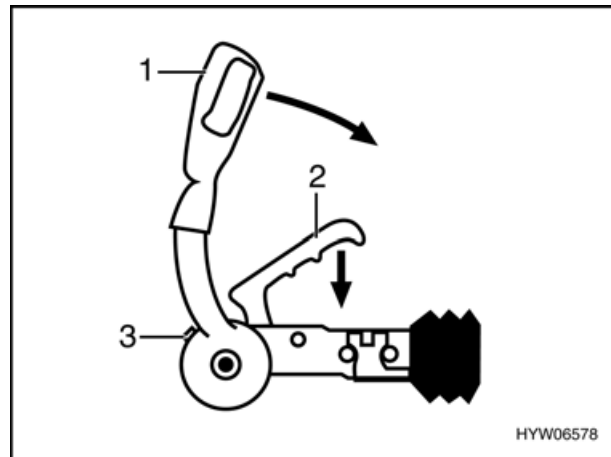

Fig. 3 Gancio di traino AKS 3004
- Tirare in su la leva di stabilizzazione (Fig. 3,1) fino all'arresto.
- Afferrare il gancio di traino aperto per la maniglia del gancio (Fig. 3,2) e applicarlo sulla sfera del traino.
- Eseguire un controllo a vista: il cilindro verde dell'indicazione di sicurezza (Fig. 3,3) deve essere ben visibile.
- Attivare il dispositivo di stabilizzazione. A tal fine premere il dispositivo di stabilizzazione (Fig. 3,1) verso il basso fino all'arresto.